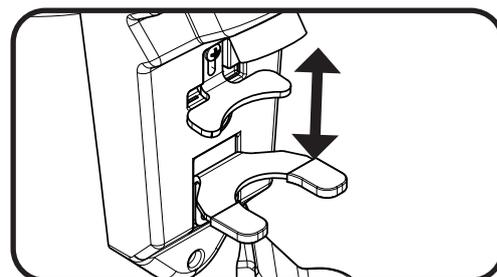

Fig. 5
- Inserire la tramoggia (7) nel regolatore (9,5) e bloccarla con le viti fornite;
- Assicurarsi che l'interruttore generale sia spento (13) e che la spina (14) sia correttamente inserita.
- Regolare la clip ferma portafiltro (10) e la forcella (12) come mostrato nella figure 5 e 6 affinché la caduta del caffè sia centrata e la clip agganci correttamente la il bordo superiore del filtro.